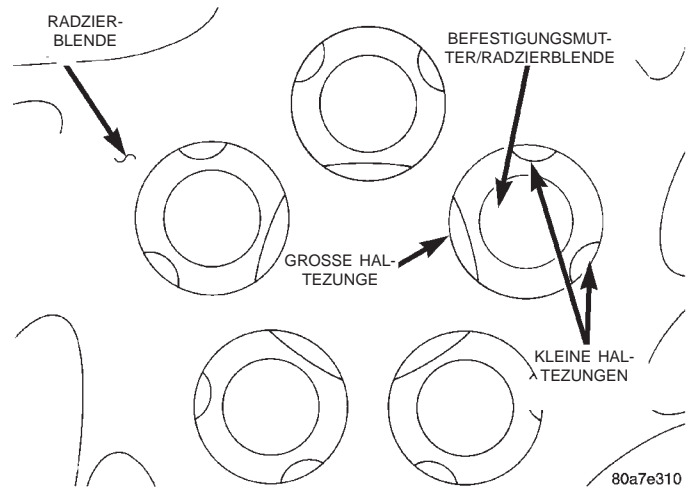

Abb. 16 Befestigungsmutter der Radzierblende aus- und einbauen
(2) Von der Rückseite der Radzierblende aus so gegen die Befestigungsmutter drücken, daß die Anformung der Befestigungsmutter zuerst auf einer Seite aus den beiden kleinen Haltezungen in der Bohrung der Radzierblende ausrastet (Abb. 16).
(3) Ist die Anformung der Befestigungsmutter aus den beiden kleinen Haltezungen der Radzierblende ausgerastet, kann die Befestigungsmutter vollständig aus der Bohrung der Radzierblende gedrückt oder gezogen werden.
(1) Die Befestigungsmutter so in die Bohrung der Radzierblende einsetzen, daß die Anformung der Befestigungsmutter unter der großen Haltezunge sitzt (Abb. 16).
(2) Dann so gegen die Befestigungsmutter drücken, daß die Anformung der Mutter in die beiden kleinen Haltezungen der Radzierblende einrastet.